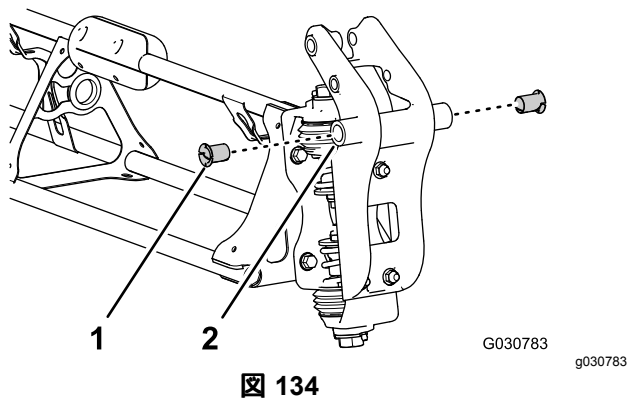

図 134
2. ピボットフィッティングの両側にある 31.8mm の穴に、ナイロン製のフランジブッシュを入れる 図 134。